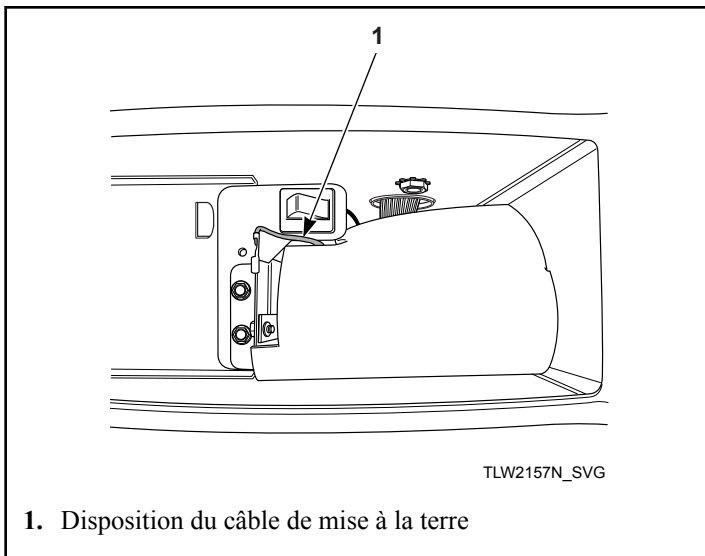

Figure 32
7. Avant d'installer le tiroir à monnaie et l'extension, s'assurer que le câble de mise à la terre est sous le panneau de commande afin de dégager l'espace pour le tiroir à monnaie. Se reporter à la *Figure 32*.